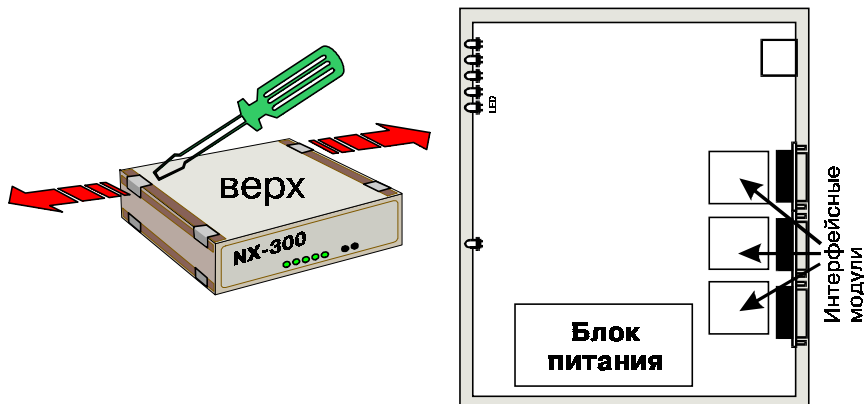

Рис. 5 Замена интерфейсных модулей
3. Сверху устройства снять отверткой по стрелке (рис. 5) четыре заглушки и вывернуть винты;